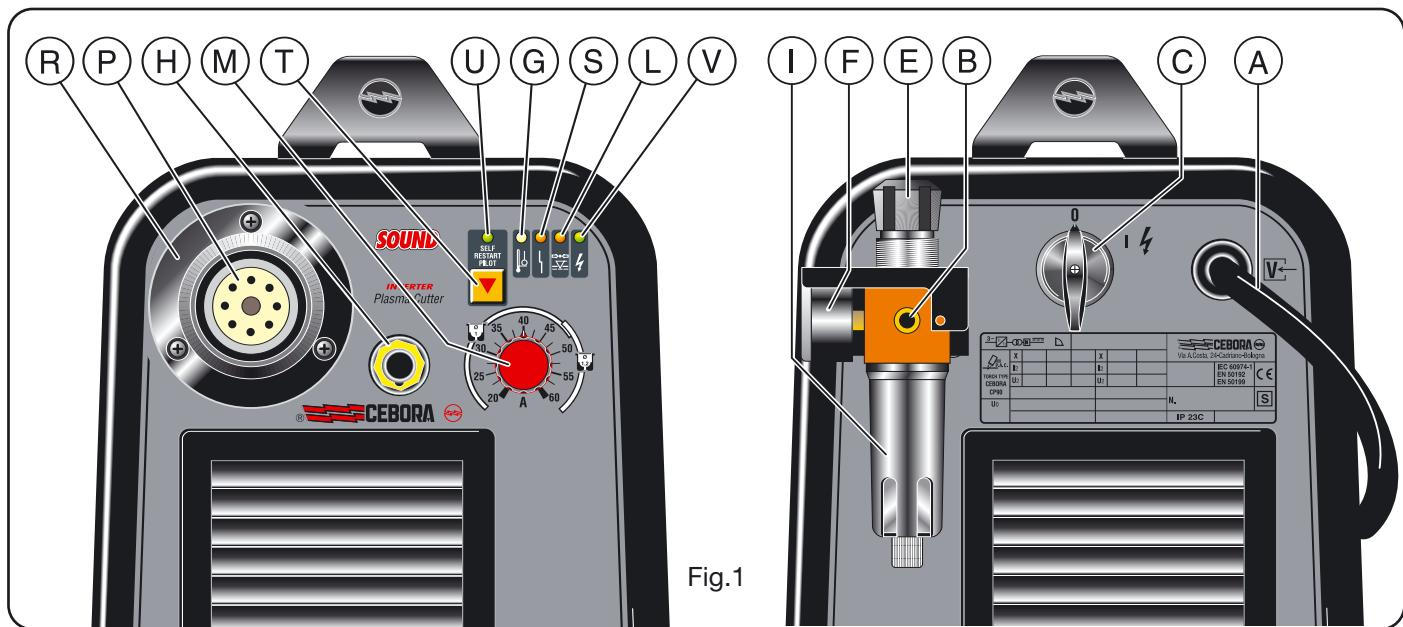

Fig.1
### 2.1 MONTAGE SNIJTOORTS (Fig. 1)
1) Deze beveiliging voorkomt overbelasting. De overbelasting wordt aangegeven doordat de led **G** (zie fig.1) continu gaat branden.
2) Deze veiligheid is op de snijtoortsvoeding aangebracht,  en voorkomt dat het apparaat functioneert bij een te lage luchtdruk. De beveiliging wordt aangegeven doordat de led **L** (zie fig.1) gaat branden.